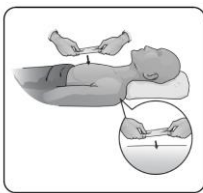
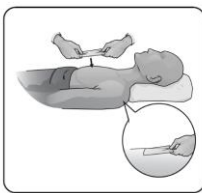

図 5-1
図 5-2
- 2)接着剤側を患者の皮膚に直接貼付する。(図 5-1、図 5-2 参照)